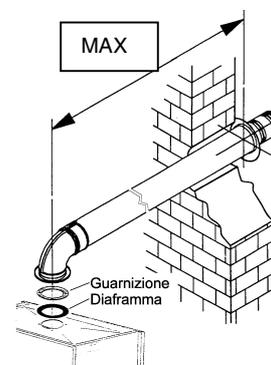

Figura 2-10
- La lunghezza MAX consentita è di 3 m per Millennium SE/RSE e di 2 m per Millennium 26 SE/26 RSE (vedi Figura 2-10), che si ottiene aggiungendo due o una prolunga. La curva a 90° perde un metro di tubo ed il condotto deve avere una pendenza minima verso il basso del 3% nella direzione di uscita.
- Se il condotto di scarico coassiale ha uno sviluppo inferiore al metro, occorre posizionare il diaframma Ø 80 mm (Millennium SE/RSE) o Ø 83 mm (Millennium 26 SE/26 RSE) (è inserito nella busta con i documenti e la garanzia della caldaia) tra la guarnizione e la camera stagna (vedi Figura 2-10).